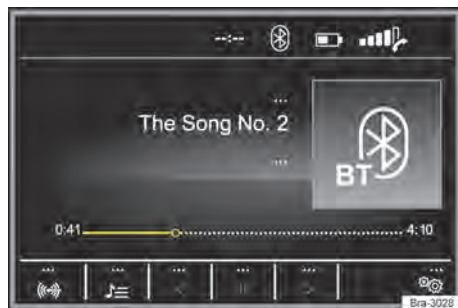

Fig. 130 Menu principal de mídia.
- Pressionar o botão **MEDIA** para abrir o menu principal **MEDIA** → Fig. 130.
As fontes de mídia que são reproduzidas atualmente são exibidas na superfície de função na parte inferior esquerda → Fig. 130.
Legenda da → Fig. 130 e → Fig. 131: